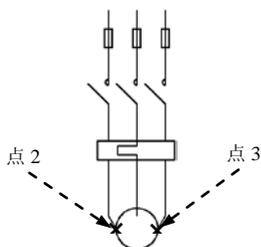

图 17.10.17 绘制圆 (二)
(8) 绘制圆。选择 **绘图** (D) → **圆** (C) → **两点** (2) 命令, 分别选取图 17.10.17 所示的点 2 和点 3, 完成圆的绘制。